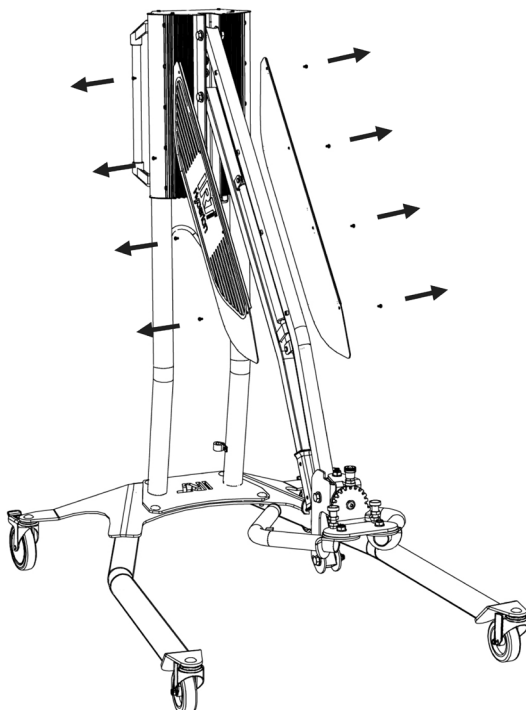

Bild 1
1. Ta bort de fyra skruvar som håller plattan som finns på båda sidor om armen. (bild 1)